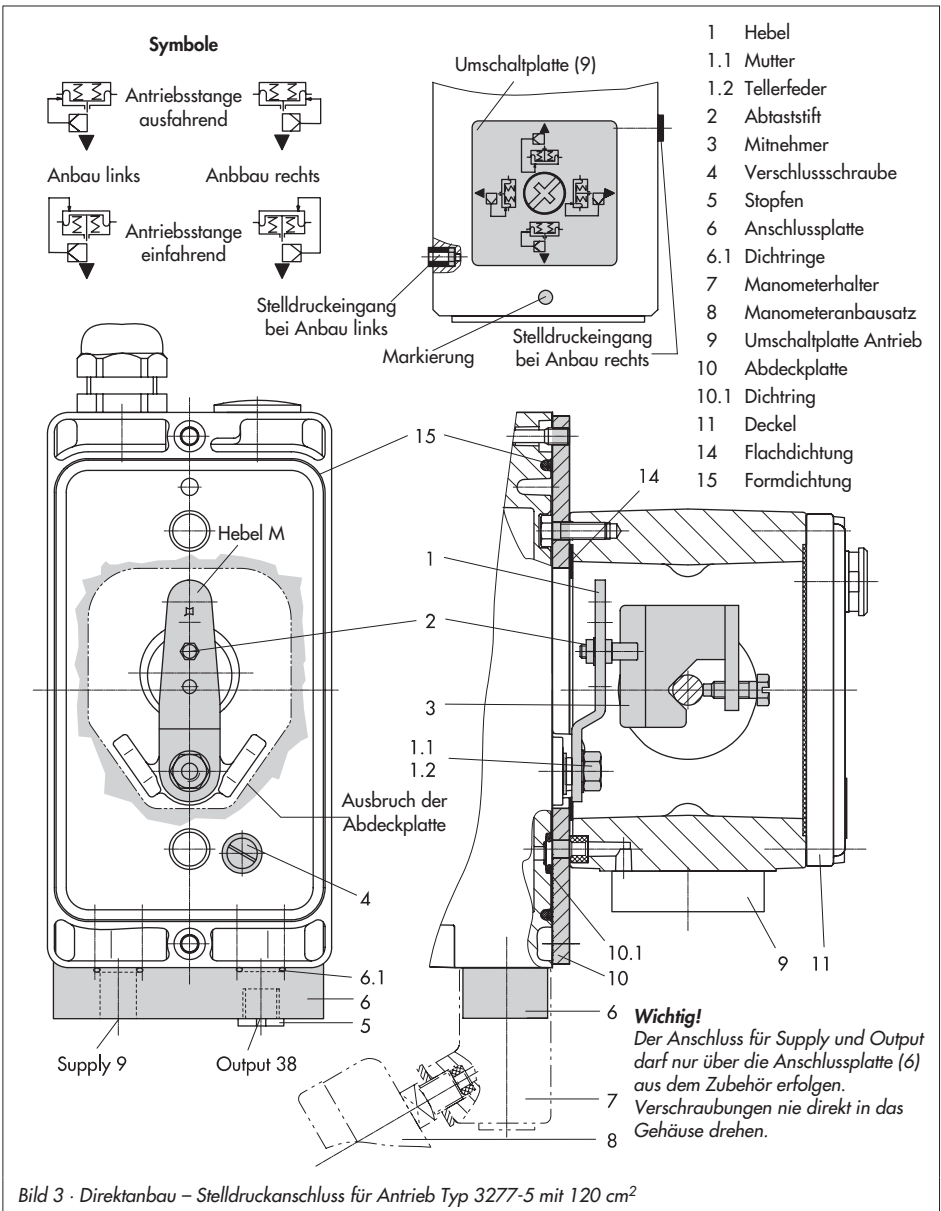

Bild 3 · Direktanbau – Stelldruckanschluss für Antrieb Typ 3277-5 mit 120 cm²
1. Anschlussplatte (6) oder Manometerhalter (7) mit Manometern am Stellungsregler montieren, auf richtigen Sitz der beiden Dichtringe (6.1) achten.
2. Verschlusschraube (4) auf der Stellungsreglerrückseite entfernen und den Stelldruckausgang „Output 38“ an der Anschlussplatte (6) bzw. am Manometerhalter (7) mit dem Stopfen (5) aus dem Zubehör verschließen.
3. Mitnehmer (3) an die Antriebsstange setzen, ausrichten und so festschrauben, dass die Befestigungsschraube in der Nut der Antriebsstange sitzt.
4. Abdeckplatte (10) mit schmaler Seite des Ausbruches (Bild 3 links) in Richtung zum Stelldruckanschluss befestigen, die aufgeklebte Flachdichtung (14) muss zum Antriebsjoch zeigen.
5. **Hub 15 mm:** Am Hebel **M** (1) auf der Stellungsreglerrückseite verbleibt der Abtaststift (2) auf Stiftposition **35** (Lieferzustand).